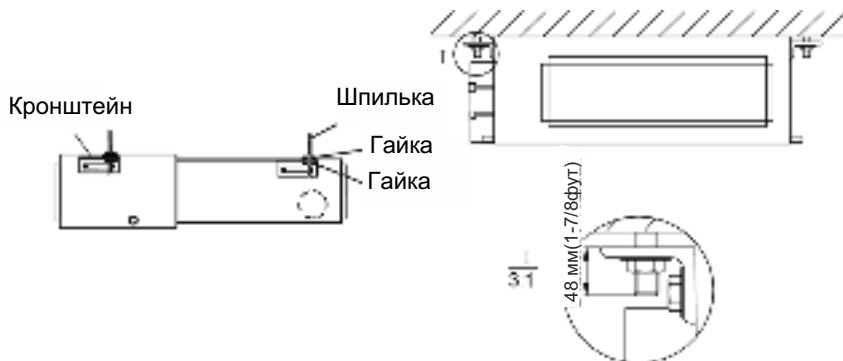

Рис.4.5
- (4). Установите подвесные кронштейны блока на шпильки, закрепленные на потолке, а также установите специальную гайку (Рис. 4.5).